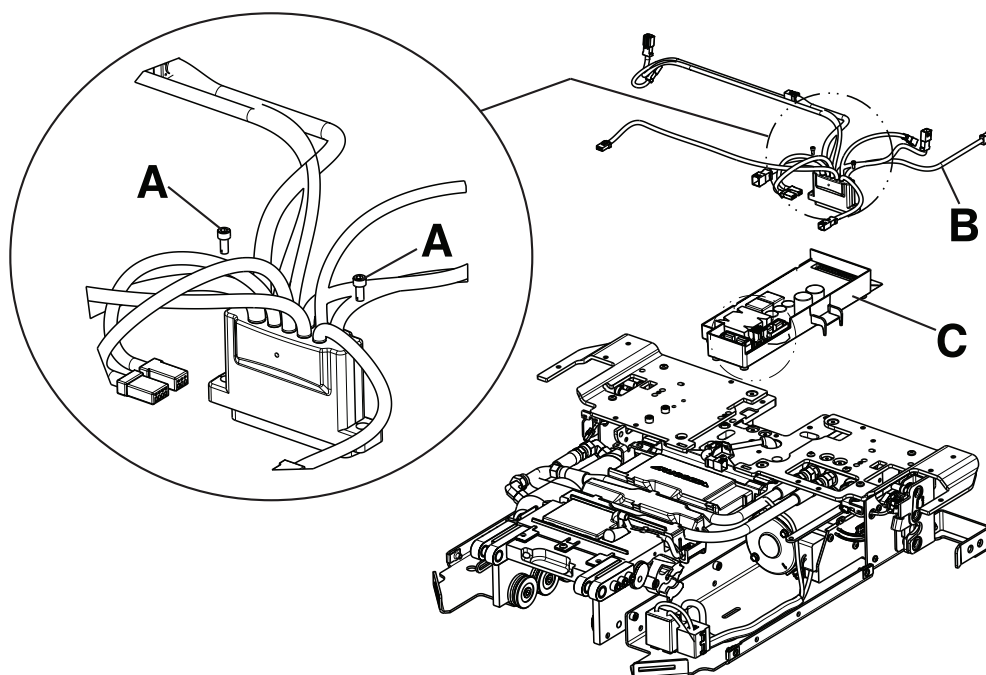

Figure 15 – Ensemble de carte de commande
2. À l'aide d'une clé à six pans de 3/32 po, desserrer (ne pas retirer) les deux vis (A) qui fixent l'ensemble de câble principal (B) à l'ensemble de carte de commande (Figure 15).
3. Débrancher tous les autres câbles de l'ensemble de carte de commande (C). Retirer et jeter l'ensemble de carte de commande (Figure 15).